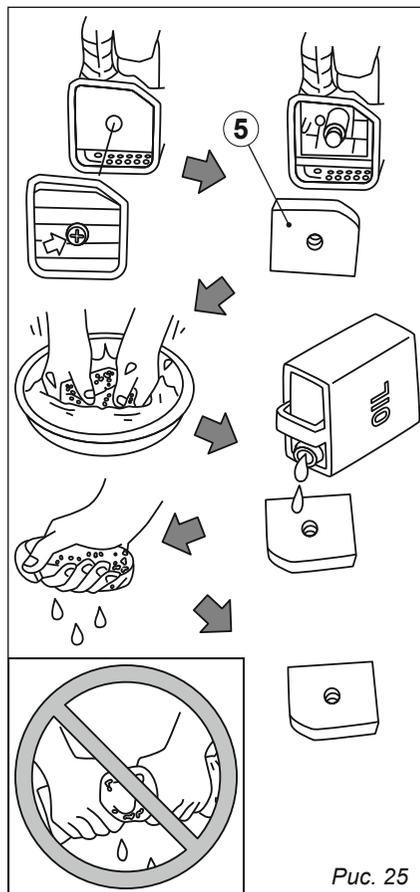

Рис. 25
При наличии излишков масла в фильтрующем элементе возможно появление темного выхлопа в первое после обслуживания время работы. При обнаружении любых дефектов фильтрующий элемент (5) заменить новым оригинальным, *рис. 25*.